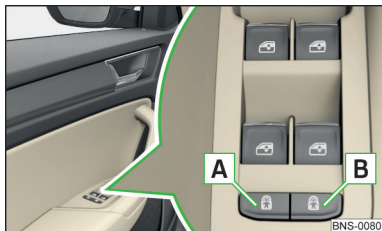

Fig. 42
- Pour **activer/désactiver** la sécurité enfant dans la portière arrière **gauche**, appuyer sur la touche **A** dans la portière du conducteur » fig. 42.